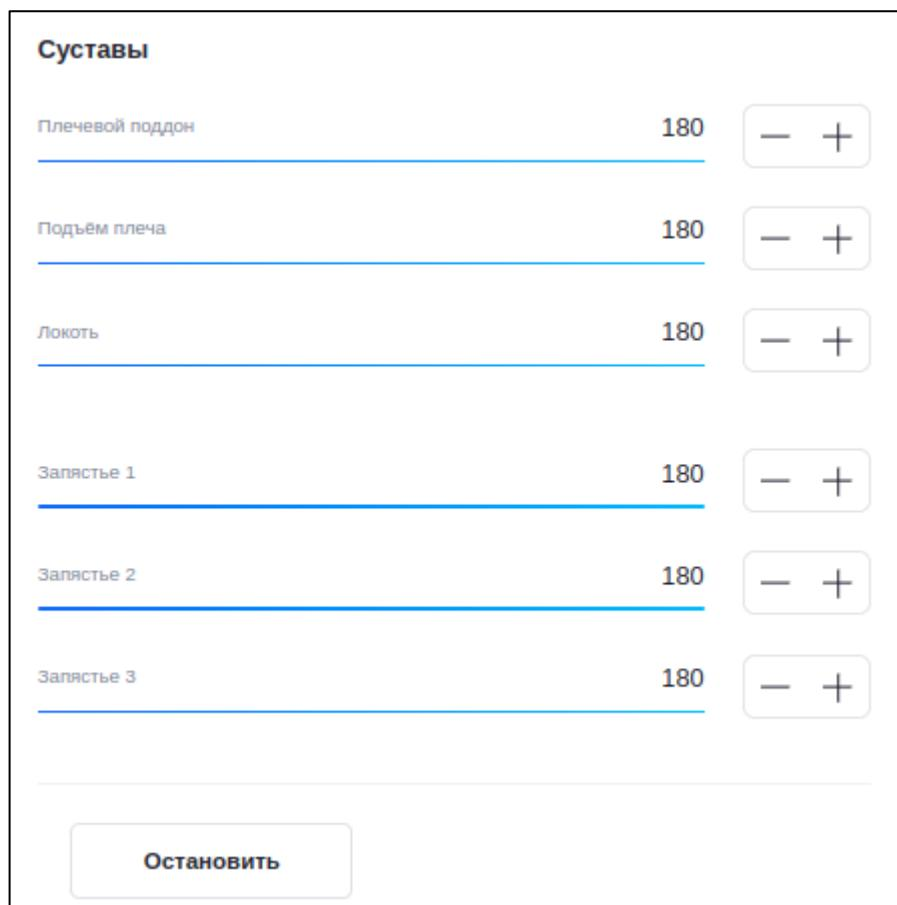

Рисунок II-7 – Область «Суставы»
4. Область «Суставы» – управление поворотными узлами манипулятора (см. Рисунок II-7):